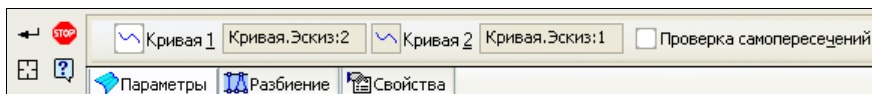

Рис. 30.16. Панель свойств: Линейчатая поверхность
- ♦ вызовите команду **Линейчатая поверхность** . Панель свойств имеет три вкладки: **Параметры**, **Разбиение** и **Свойства**. После вызова команды автоматически активизируется переключатель **Кривая 1** на вкладке **Параметры** (рис. 30.16), поэтому курсором мыши укажите первый объект, который должен